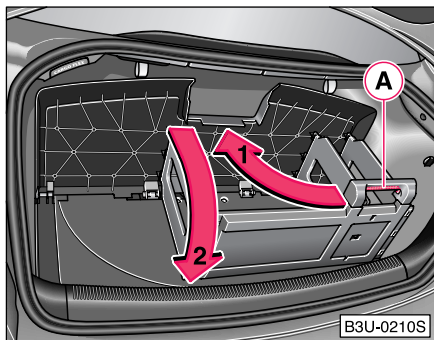

Fig. 75 Coborârea cutiei rabatabile
- Apăsați partea inferioară a mânerului **(A)** ⇒ Fig. 75 și rabatați compartimentele în direcția săgeții **1**. Blocarea acestora în capac trebuie să poată fi auzită.